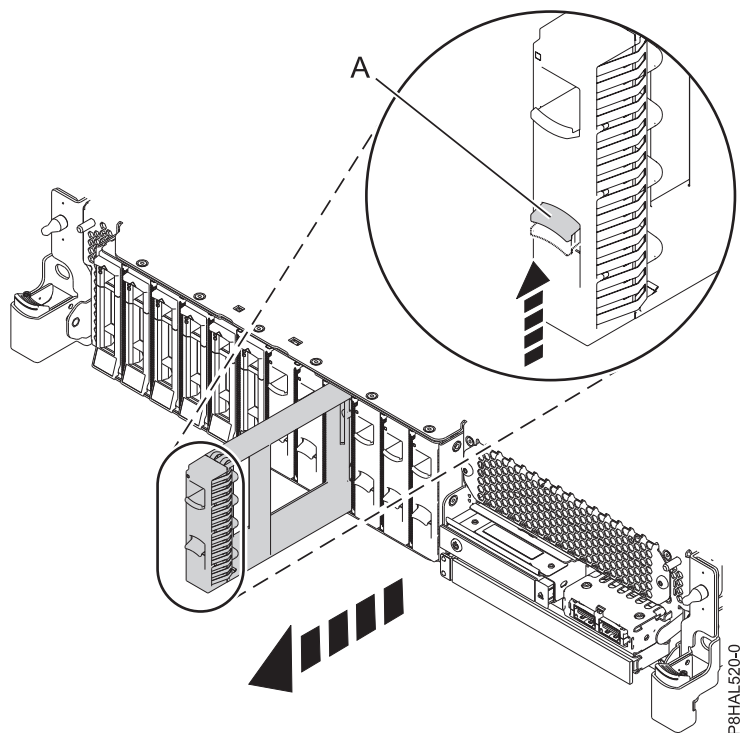
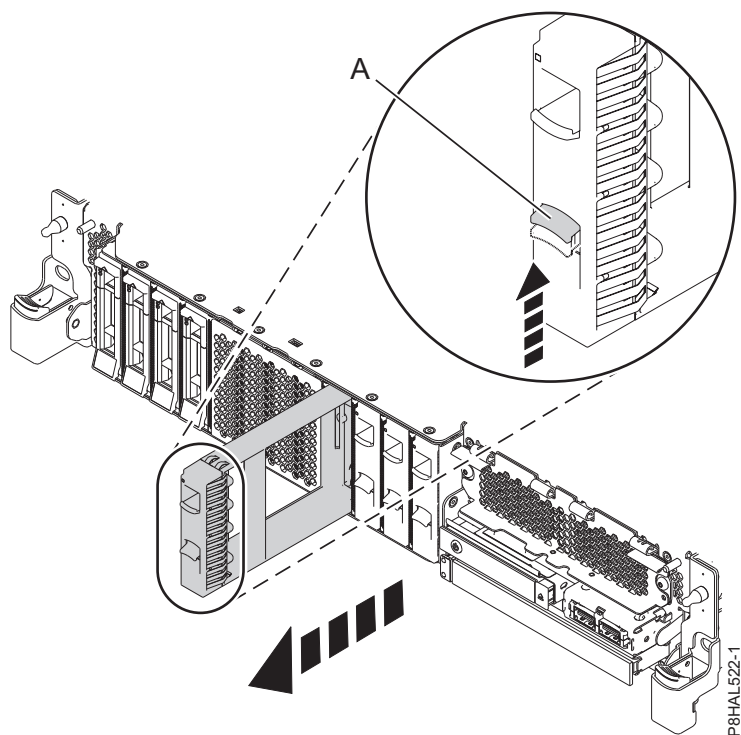

Figura 100. Extracció d'un panell de reblliment d'una unitat de disc d'un sistema de funció bàsica
Figura 101. Extracció d'un panell de reblliment d'una unitat de disc d'un sistema de funció expandida
3. Empenyeu la peça de bloqueig (A) de la nansa del panell de reblliment en la direcció que es mostra a la Figura 100 a la pàgina 101 i a la Figura 101 a la pàgina 101.